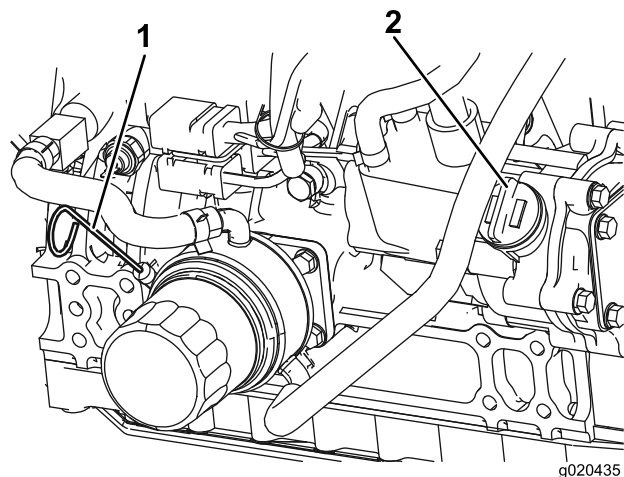

Figure 74
3. Sortez la jauge, essuyez-la sur un chiffon propre, replacez-la dans le goulot de remplissage, puis ressortez-la. Le niveau d'huile doit se situer entre les repères minimum et maximum (Figure 74).